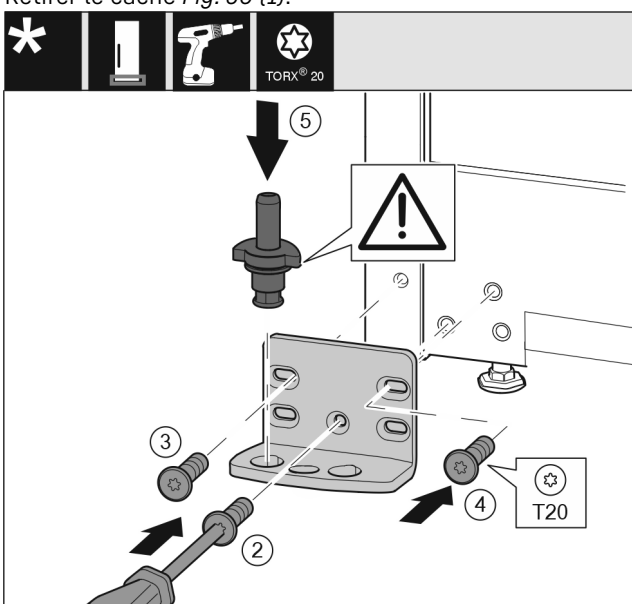

Fig. 31
- Placer le support de palier de l'autre côté et le visser avec un tournevis. Commencer par la vis Fig. 31 (2) en bas au milieu.
- Serrer la vis Fig. 31 (3) et la vis Fig. 31 (4).
- Insérer complètement l'axe de palier Fig. 31 (5). Veiller à ce que l'ergot soit orienté vers l'arrière.